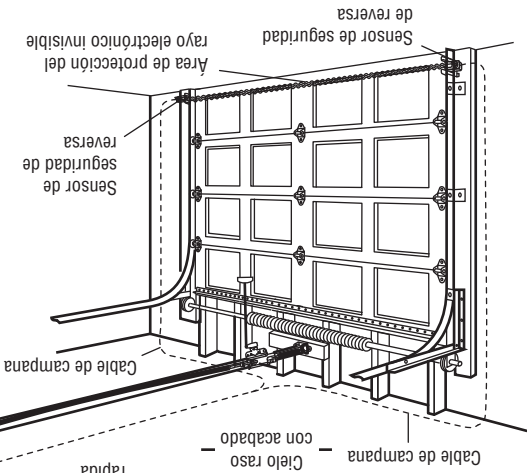

Figura 10
1. Pele 11 mm (7/16 de pulg.) de cada juego de cables. Separe los alambres blanco y blanco/negro los suficientes para que pueda conectarlos a las terminales de conexión rápida del abridor, de la forma siguiente. Tuerza juntos los cables del mismo color. Inserte los cables en los orificios de conexión rápida: el blanco al blanco y el blanco/negro al gris (Figura 10).